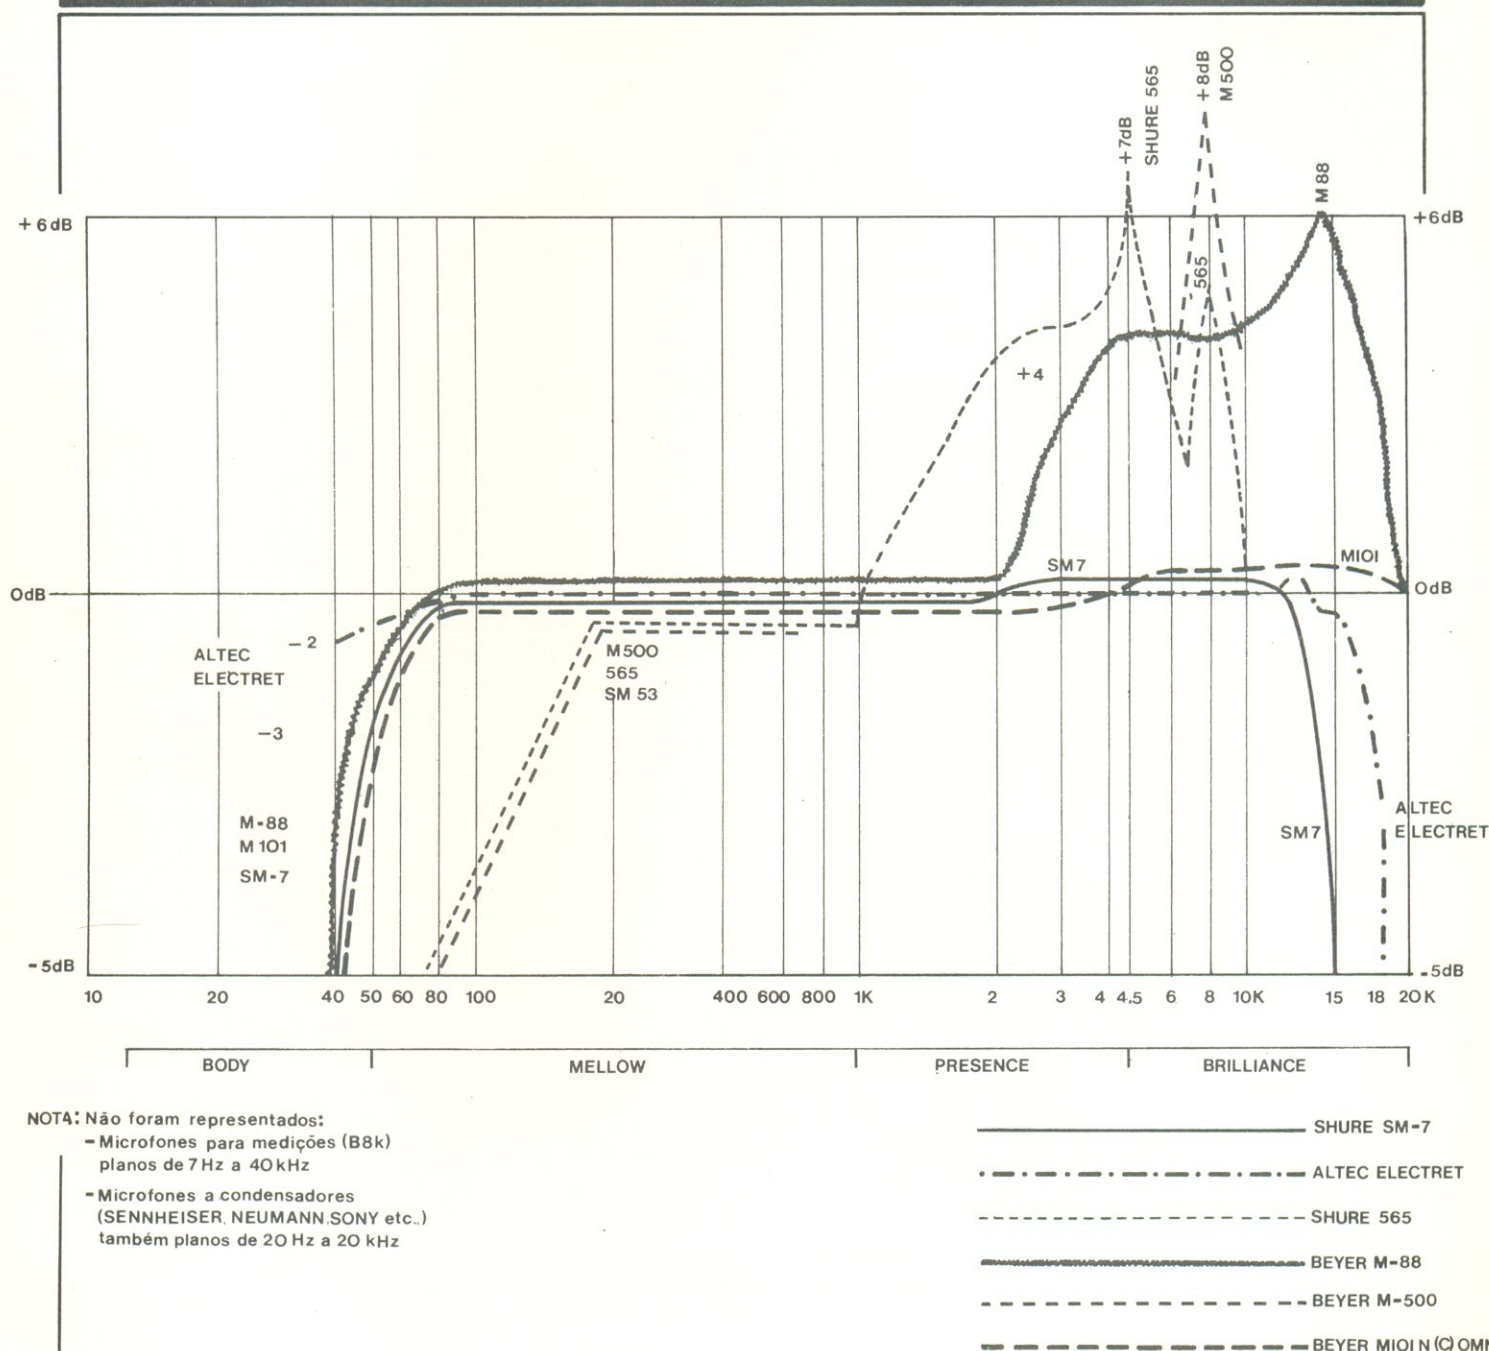

FIGURA 3
Preste muita atenção; **estude mesmo** a figura 3. Dela terá, entre outras, as seguintes conclusões:
1 — Que a **resposta** dos microfones **das melhores marcas e dos mais usados**, que estão representadas na figura 3 está muito longe de ser **plana**.
O gráfico da figura 3 está bastante diferente e é mais «realista» que os apresentados pelas fábricas de microfones, pois está «esticado» verticalmente, para que as curvas apareçam nitidamente e não se tornem falsificadamente planas.
Cada «pico» nas respostas apresentadas na figura 3, dá o som mais característico de uma
2 — EUGEN BEYER — M 88 N (C) — Dinâmico, ver resposta na figura 3 — é necessário usar o transformador KTR 47 M/BU 40 para alta impedância. Bom microfone para cordas.